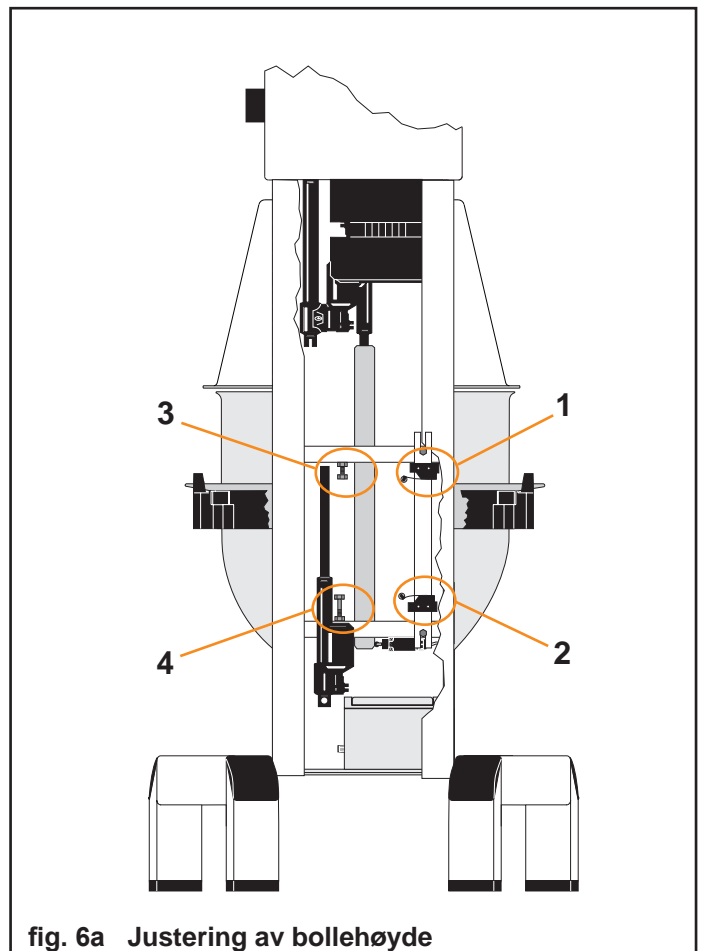

fig. 6a Justering av bolleheight
Bollens øverste og nederste posisjon bestemmes av mikrobryter (1) og (2), (fig. 6a).